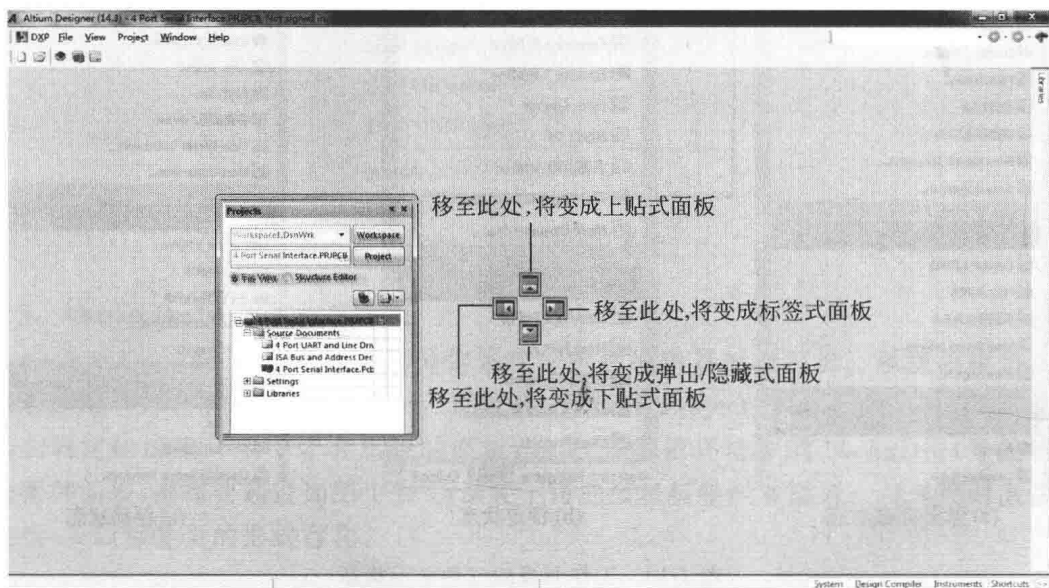

图 1-14 工作面板停靠状态的设置
(1) 要想使工作面板以弹出/隐藏、锁定和浮动状态在应用窗口中显示,工作面板停靠状态的设置如图 1-14 所示,拖动工作面板时,此时编辑窗口中会出现四个方向不同的小箭头。
- ① 拖动工作面板至左箭头处释放,工作面板将变成标签式面板。
- ② 拖动工作面板至右箭头处释放,工作面板将变成弹出/隐藏式面板。
- ③ 拖动工作面板至上箭头处释放,工作面板将变成上贴式面板。
- ④ 拖动工作面板至下箭头处释放,工作面板将变成下贴式面板。
- ⑤ 拖动工作面板停靠在编辑窗口的其他位置,工作面板将变成浮动式面板。